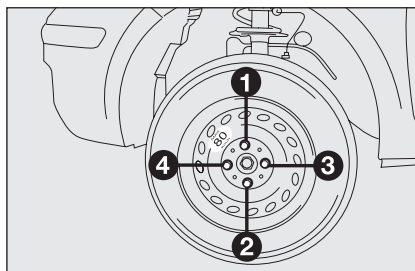

Abb. 6
- ☐ unter Benutzung des mitgelieferten Schlüssels die Radbolzen gleichmäßig über Kreuz mit der in der **Abb. 6** ge-zeigten Reihenfolge festziehen;